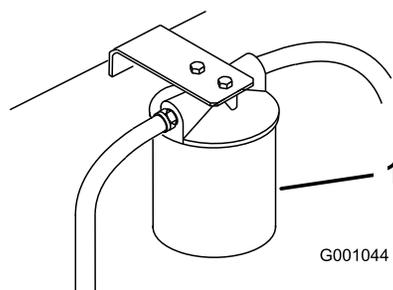

Рисунок 95
3. Поместите сливной поддон под фильтр, снимите старый фильтр и дочиста протрите поверхность прокладки переходника фильтра (Рисунок 95).